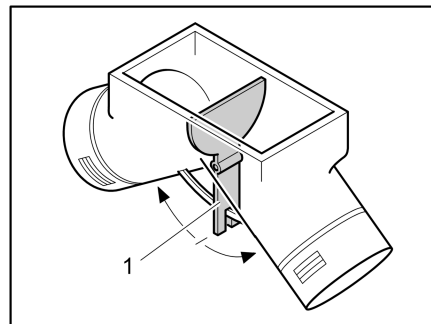

Fig. 115 Ventilador de circulación de aire, tapa de ajuste en posición central
En la posición central, el aire caliente se distribuye uniformemente sobre ambas salidas de aire caliente. La palanca de mando (Fig. 115,1) para la tapa de ajuste se ha incorporado bajo la tapa del suelo en el armario ropero.
- Accionar la palanca de mando (Fig. 115,1) en la dirección de la flecha hasta alcanzar la posición deseada.